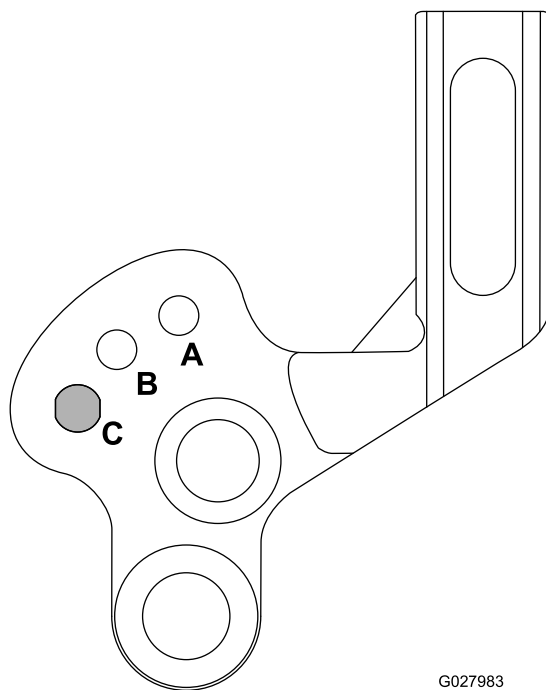

Рисунок 20
- В. Поверните рычаги вверх или вниз в положение А или В (Рисунок 20).
При скашивании без использования щетки или при транспортировке машины поднимите уборочный барабан в транспортное положение, как показано на Рисунок 20.